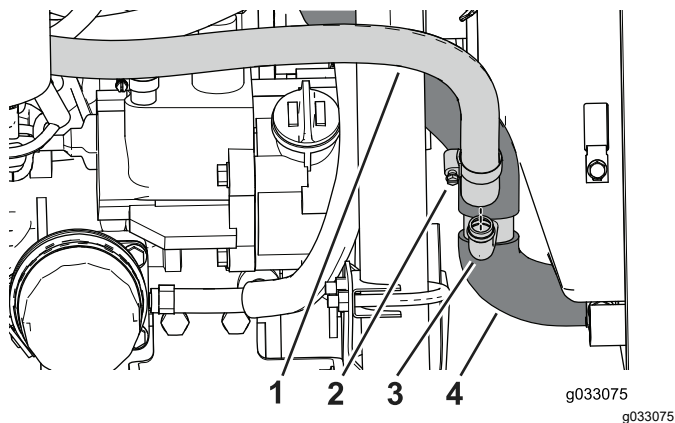
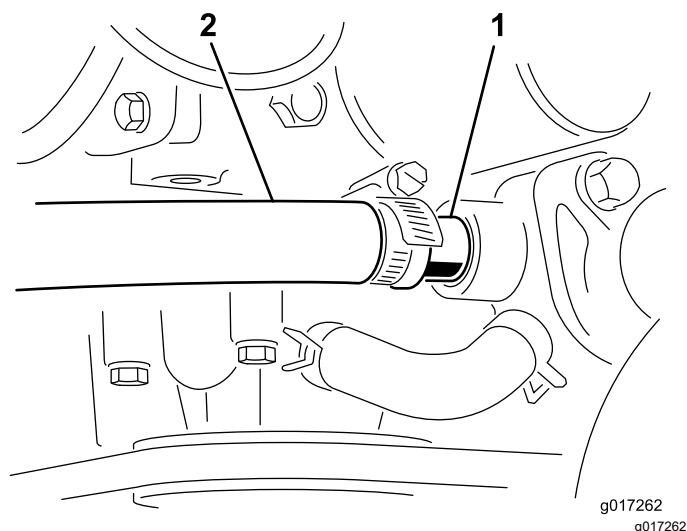

図 22
図 26
9. T-字フィッティングを取り付けるバード鋸歯を 図 22 のように下に向けること。
12. 短い方のヒーターホースをニップルに取り付け、ホースクランプ1"で固定する 図 26。
11. 付属品のニップル½"のねじ山部分にテフロンテープを巻き、左側のスイッチが取り付けられていた場所に取り付ける。短い方のヒーターホースをニップルに取り付け、ホースクランプ1"で固定する 図 26。
2. エンジンカバーを開け、ヒーターのフィッティング 図 22と図 26、電気系統のプラグ 図 19、ウォッシャーのホースを外す。